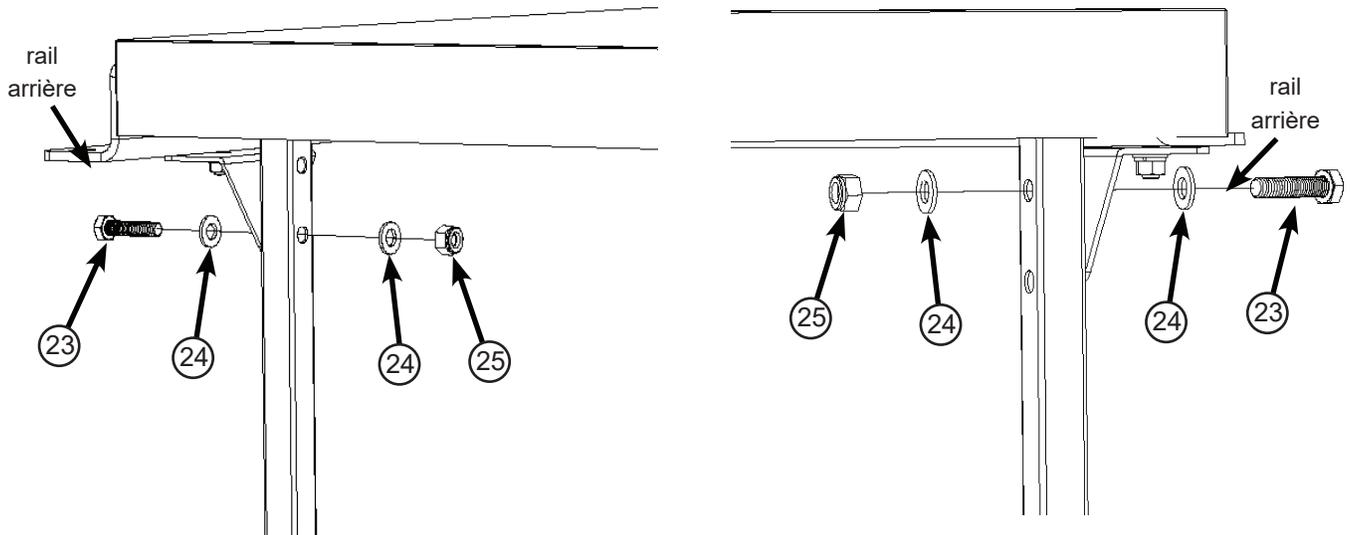

Fig. 9
Fixez chaque pied de support au support d'appui-jambe correspondant à l'aide d'un boulon à tête hexagonale M10 x 40 (23), de deux rondelles M10 (24) et d'un contre-écrou M10 (25), comme indiqué sur la figure 9, puis serrez à fond les boulons en utilisant deux clés de 17 mm. Notez que les supports d'appui-jambe sont alignés sur les différents trous des pieds avant et arrière, car ils se trouvent à des altitudes différentes.